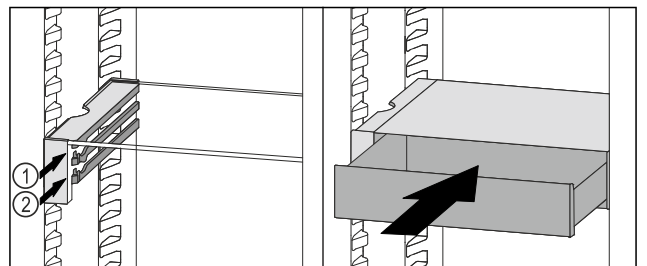

Fig. 116
- ▶ Așezați sertarul VarioSafe în spatele opritoarelor pe nervura dorită Fig. 116 (1) sau Fig. 116 (2).